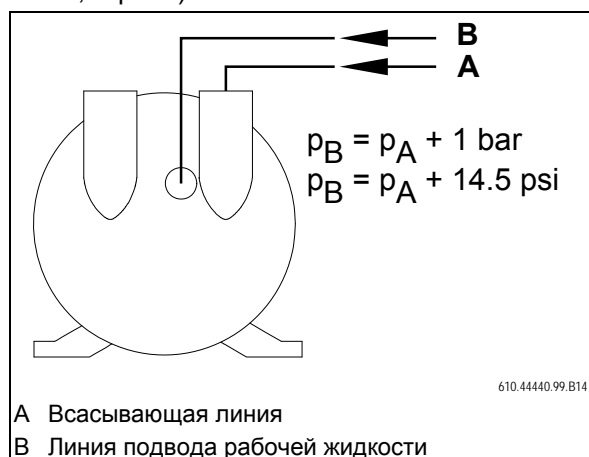

Рис. 13: Регулировка расхода рабочей жидкости: регулировка начального давления
- Установите давление p_A в линии подвода рабочей жидкости (поз. В, Рис. 13, стр. 20) примерно на 1 бар [14,5 psi] выше давления на всасывании p_B (поз. А, Рис. 13, стр. 20)